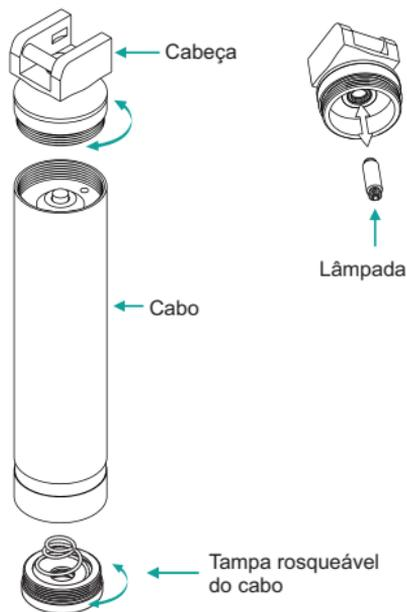

Fig.5
- Guia de fibra óptica: ao desparafusar o parafuso de travamento lateral, conforme mostrado na Fig. 5, a guia de luz de fibra óptica pode ser desengatada e removida para limpeza, reparos ou substituição.